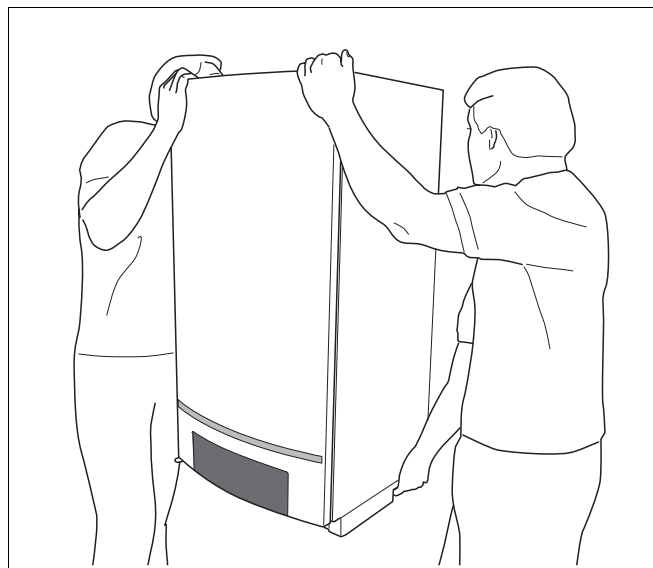

Fig. 2 Korrekt løft og transport af kedlen
For at løfte og bære kedlen kan du holde med den ene hånd bag på undersiden og med den anden hånd øverst på forsiden (fig. 2).
- Lad to personer løfte kedlen på bagsiden og på undersidens transportskinne, og sæt den op på vægholderen (fig. 2, side 11).